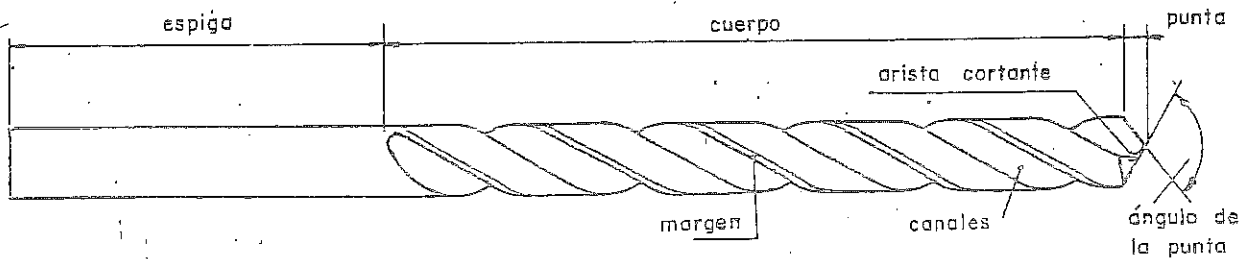

Fig. 1 Broca helicoidal de espiga cilíndrica.
Los tipos más usados son las brocas helicoidales (figs. 1 y 2).
**TIPOS Y NOMENCLATURA** - las figs. 1 y 2 muestran dos de los tipos más usados que sólo difieren en la construcción de la espiga.